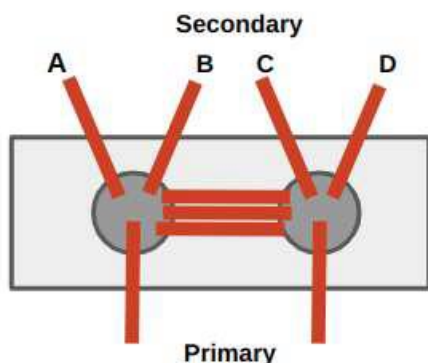

Figure 6-3: T1 and T3 construction detail.
□ Using a multimeter to check the continuity of the secondary windings. There should be continuity between A and C, and between B and D. (See Figure 6-3.) There should be no continuity between A and B or between C and D. If this is not the case, rotate wires C and D so that they exchange position.
連続性がある必要があります。(図 6-3 を参照)。A と B の間、または C と D の間には連続性があるてはなりません。そうでない場合は、ワイヤー C と D を回転させます。彼らは立場を交換します。